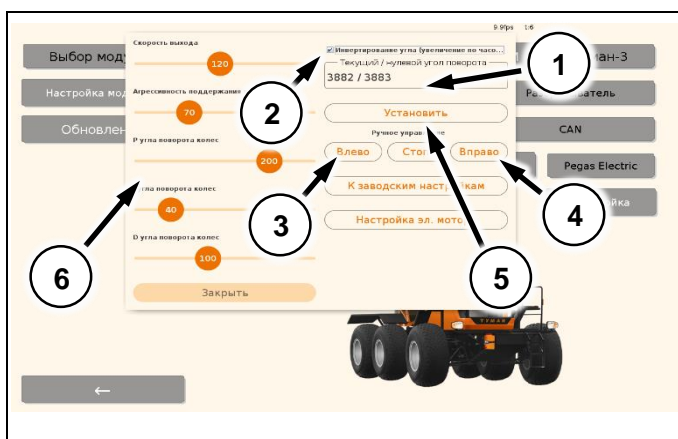

Рис. 24
- Поворачиваем руль влево, угол поворота должен уменьшаться (Поз. 1) (Рис. 24).
- Поворачиваем руль вправо, угол поворота должен увеличиваться (Поз. 1) (Рис. 24).
Если угол поворота изменяется в обратную сторону нажимаем на галочку (Поз. 2) (Рис. 24) «Инвертирование угла».
- Нажимаем «Влево» (Поз. 3) (Рис. 24) руль должен повернуться влево.
- Нажимаем «Вправо» (Поз. 4) (Рис. 24) руль должен повернуться вправо.
- Ставим колеса прямо нажимаем «Установить» (Поз. 5) (Рис. 24) нулевой угол поворота.
Настройки подруливающего устройства (Поз.6) (Рис. 24) выставлены на заводские значения,